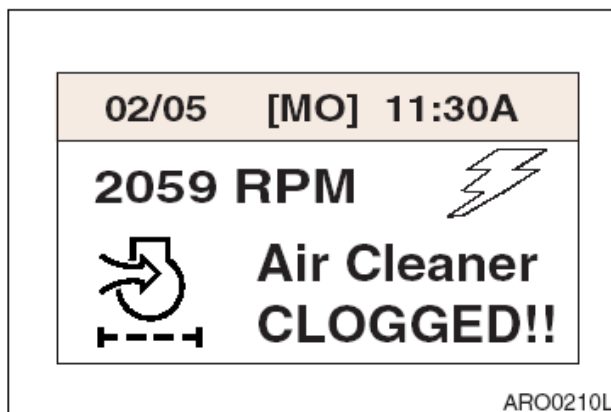

Рис. 42
**ПРИМЕЧАНИЕ:** Если загорается индикатор (рис. 42) на приборной панели, воздухоочиститель нуждается в обслуживании.